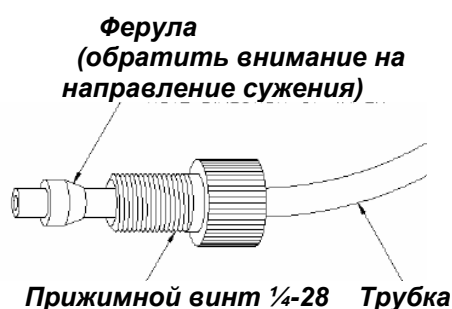

Рис. 10 Порядок подсоединения трубок
3. Наденьте на другой конец трубки прижимной винт 1/8" из PEEK (1/4 – 28) и ферулу, см. рис. 10. Обрежьте трубку в плоскости, перпендикулярном направлению трубки так, чтобы срез был плоским.